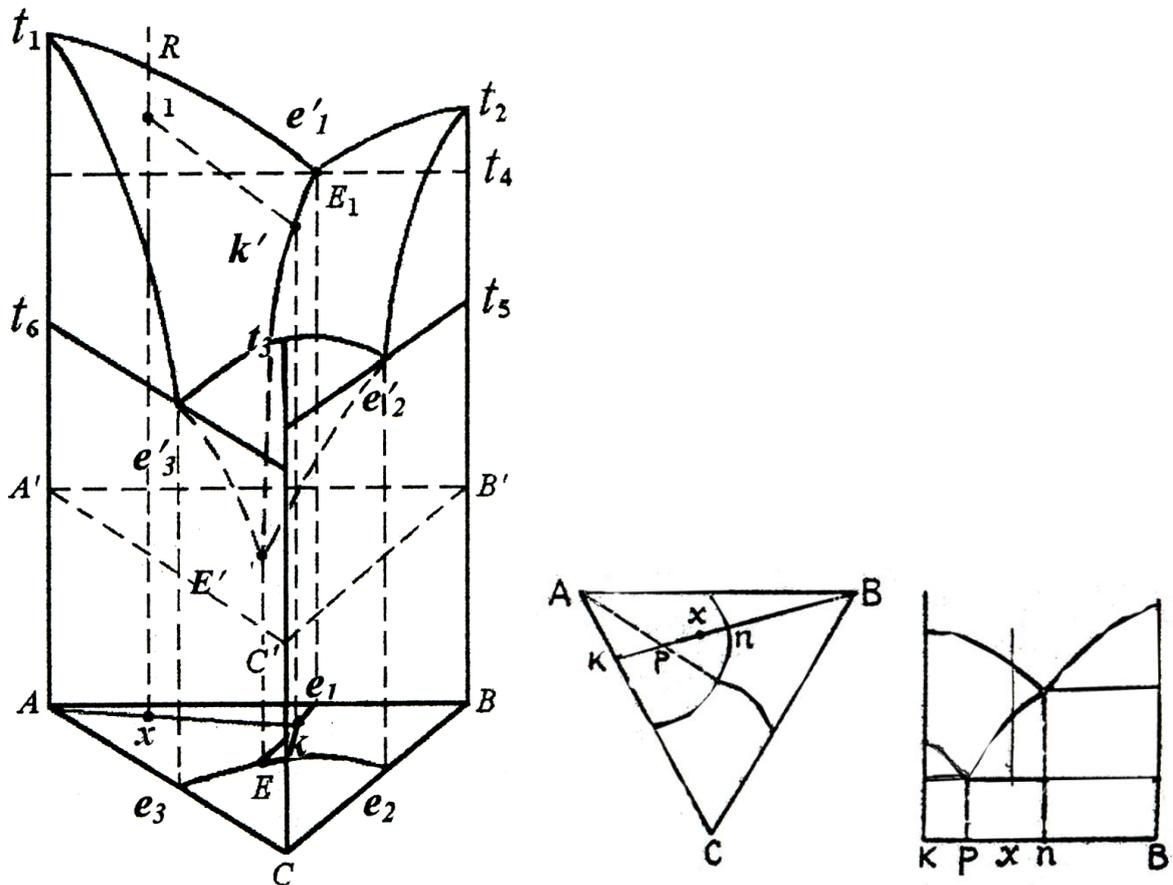

Рис. 18
1. На вертикальном (политермическом) разрезе тройной системы с тройной эвтектикой (рис. 18) проследите за фазовыми превращениями в сплаве, обозначенном точкой X, при нагревании и постройте термическую кривую (для данного случая при нагреве). Укажите число степеней свободы для каждого участка термической кривой. Какие структурные составляющие могут наблюдаться в указанном сплаве после медленного охлаждения.